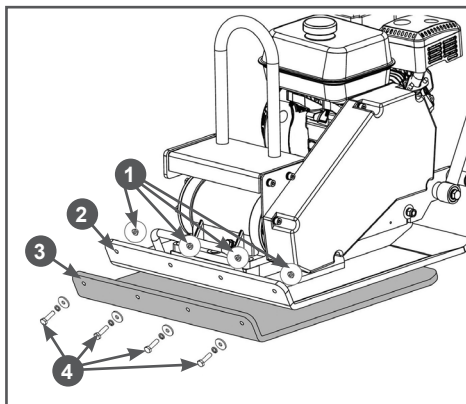

Рис. 18 Установка коврика
5. Совместите отверстия в рабочей плите 2 и коврике 3, вставьте в полученные отверстия болты 4 с плоскими и пружинными шайбами и закрутите гайки 1 (Рис. 18).